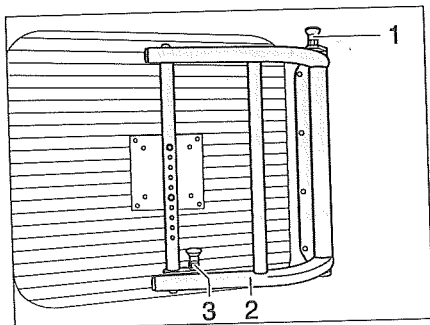

Bild 59 Svängarm för platt bildskärm
- Dra ner låsknapparna (Bild 59,1 och 3) för att låsa upp svängarmen.
- Sväng den platta bildskärmen med fäste (Bild 59,2) till önskat läge.